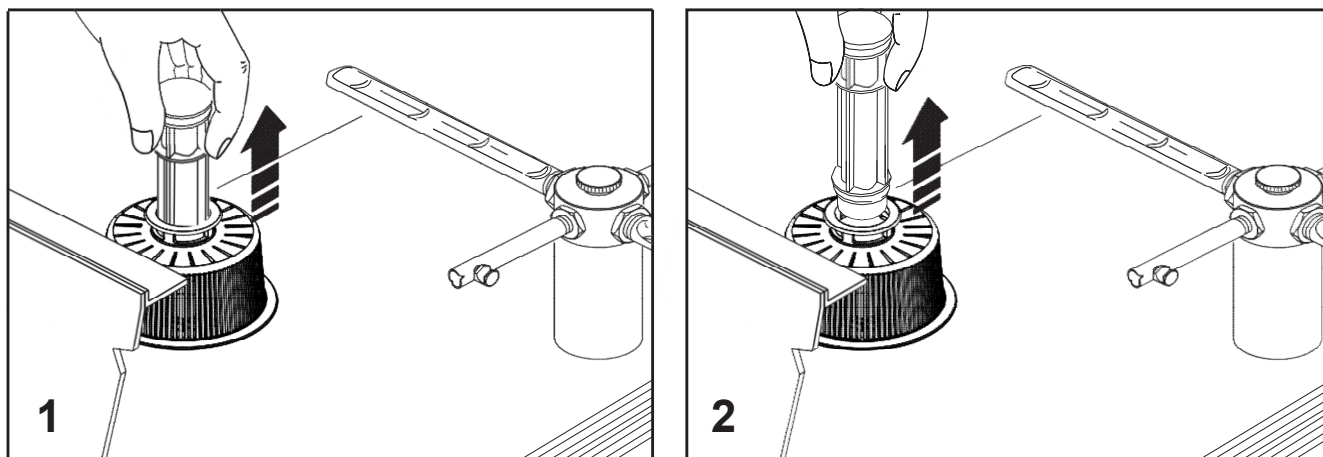

Fig. 16
2. enlever le tuyau de trop-plein (fig. 16)
3. si le lave-vaisselle est doté d'une pompe de vidange, avant de l'éteindre, enlever le tuyau de trop-plein (fig. 16) et démarrer la pompe avec la TOUCHE POMPE DE VIDANGE (voir paragr. 4.6). À la fin de la vidange, le lave-vaisselle s'éteint. Le débrancher du réseau électrique.